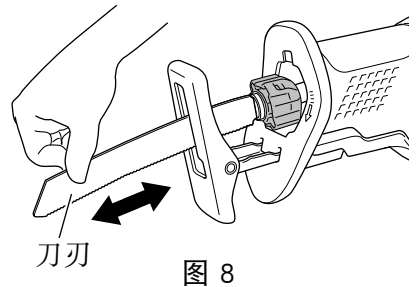

图 8
- (3) 松开控制杆时，弹簧的弹力会使控制杆自动返回正确的位置。
- (4) 用手试着拉刀刃背两三次，以确认刀刃已安装牢固。(图 8)